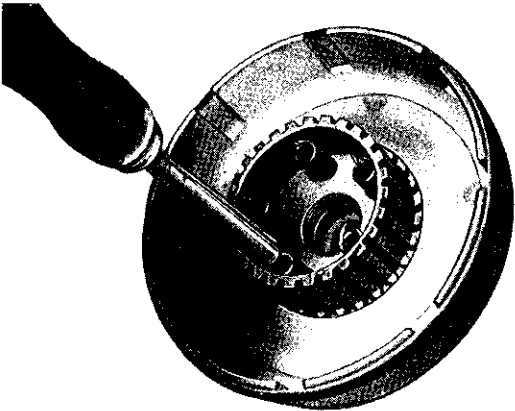

Bild 5. Ausdrehen der Kupplungsfedern
4. Kupplungsfedern mit Federschlüssel ausdrehen (Bild 5).